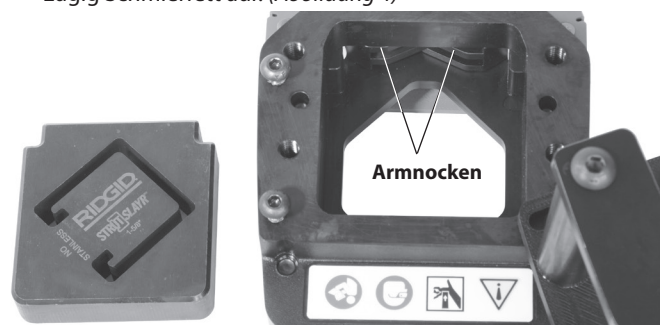

Abbildung 4 - Schmieren des Profilscherkopfes
- Tragen Sie eine dünne Schicht Allzweckfett auf alle Seiten der beweglichen Matrice auf. Tragen Sie auf die Armnocken großzügig Schmierfett auf. (Abbildung 4)